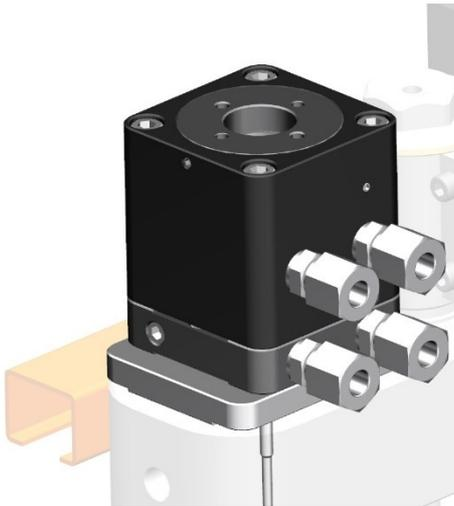
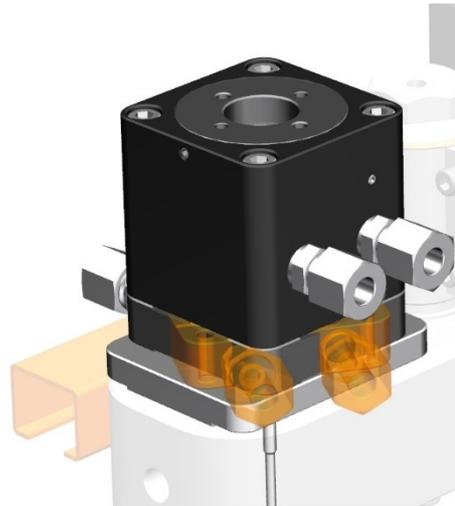

Abbildung 52: Betätigung und Kühlung gleich gerichtet
Abbildung 53: Betätigung und Kühlung um 180° versetzt
- 4) Anschließend können Sie den Hydraulikblock mit den 4 Zylinderschrauben montieren. Sie können ihn auch so montieren, dass die Anschlüsse der Kühlplatte und die des Hydraulikblocks um 180° zueinander versetzt sind. (vgl. Abbildung 52 und Abbildung 53)